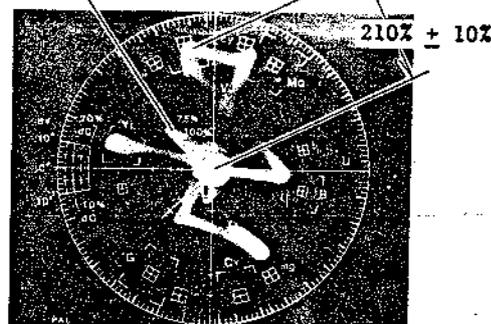

Abb. 4-16 Chromasignalpegel
Abgleich mit Vektorskop (Abb. 4-16)
4. Den CHROMA GAIN Regler (RM1101-2) so abgleichen, daß der Rotvektor gleich oder größer als $210\% \pm 10\%$ des Burstsinalpegels ist (siehe Abb. 4-16).